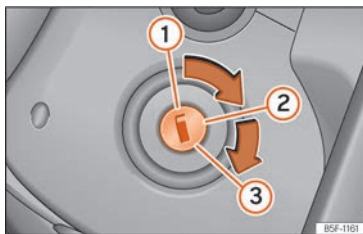

**Fig. 233** Posiciones de la llave de contacto.
Posiciones de la llave » **fig. 233**
- Gire la llave a la posición  fig. 233 . En vehículos diésel se produce el precalentamiento .
- Siga girando la llave a la posición  fig. 233  sin pisar el acelerador.
- Vehículos con cerradura de encendido: Gire la llave hasta la posición » » » fig. 233 ①.